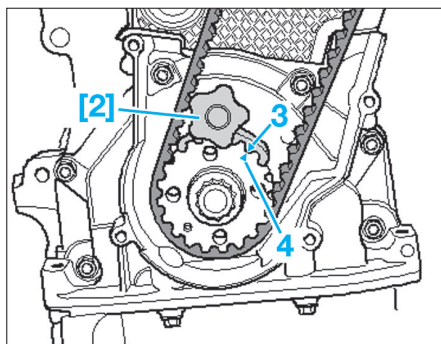

Fig. 14
- [2]. Outil de blocage de vilebrequin (Fig.14) (ref. T10100).
- Mettre en place l'outil [2] sur le pignon de vilebrequin (Fig.14). Les repères (3) et (4) doivent alors être face à face.